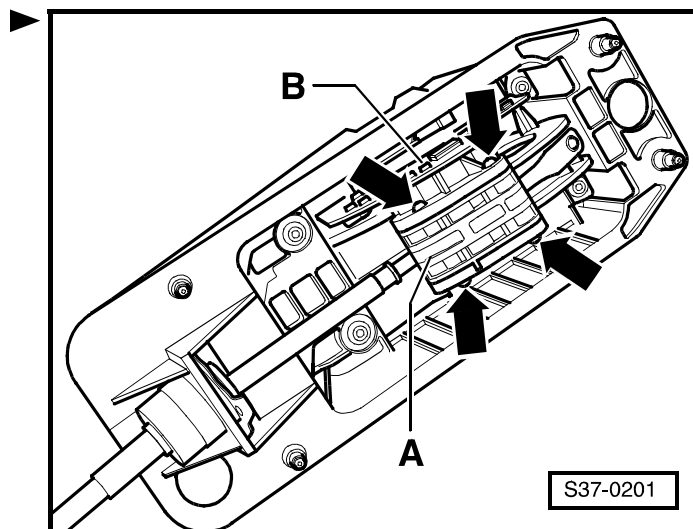

Рис. 5: Реле для блокировки стартера -J207-
- место сборки ⇒ Рис. 5 в **37-1** страница 4